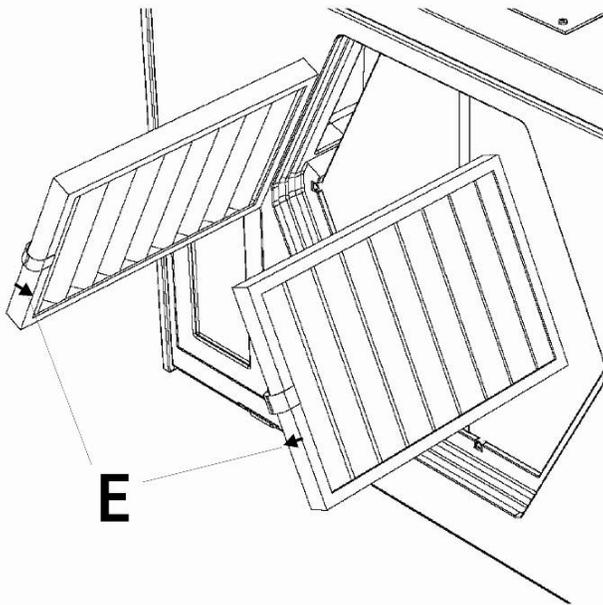

Bild 15: Filterdurchströmungsrichtung
7. Die Filter sind entsprechend der vorgeschriebenen Durchströmung mit einem Pfeil ↓ gekennzeichnet. Setzen Sie die neuen Filter entsprechend der in Bild 15 vorgegebenen Filterdurchströmungsrichtung **E** ein.